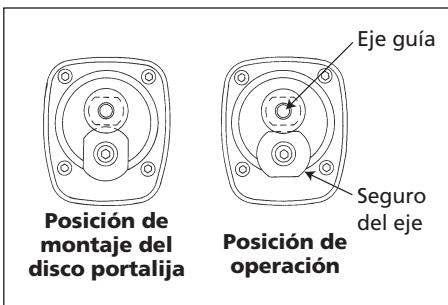

Figura 1
4. Deje de oprimir el gatillo y conecte la herramienta neumática a la fuente de suministro de aire. Cúbrale el orificio de salida con una toalla (Vea la Figura 1). Deje que la herramienta neumática funcione de 7 a 10 segundos. Al aplicar presión de aire la herramienta expulsará aceite por el orificio de salida. Deje que la herramienta funcione hasta que no expulse más aceite. Límpiele todos los residuos de aceite antes de comenzar a trabajar.
1. Asegure el eje guía en su posición antes de acoplar el disco portalija. Gire el seguro del eje hasta que éste enganche con el eje guía y ajuste con la mano el disco portalija en el sentido de las agujas del reloj (Véase Figura 1).